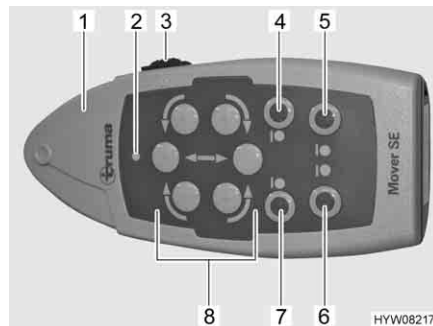

Bild 7 Fernbedienung
- Schiebeschalter (Bild 7,3) an der Fernbedienung (Bild 7,1) auf "EIN" (I) schieben. Wenn die grüne LED (Bild 7,2) leuchtet, ist das Rangiersystem betriebsbereit.
- Auf beiden Seiten die Antriebsrollen an die Reifen schwenken. Dazu die Tasten "Anschwenken" (Bild 7,4 und 7) drücken.
- Das Fahrzeug mit den Richtungstasten (Bild 7,8) in die gewünschte Position bewegen.
- Auf beiden Seiten die Antriebsrollen von den Reifen wegschwenken. Dazu die Tasten "Wegschwenken" (Bild 7,5 und 6) drücken.
- Schiebeschalter (Bild 7,3) an der Fernbedienung auf "AUS" (0) schieben.